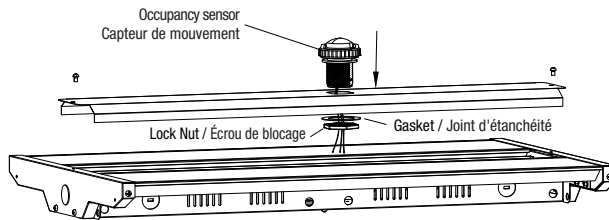

Fig. 3
3. Install the occupancy sensor on the driver cover by using the provided gasket and lock nut (Fig. 3).
3. Installer le capteur de mouvements sur le couvercle du contrôleur de DEL en utilisant le joint d'étanchéité et l'écrou de blocage fournis (Fig. 3).